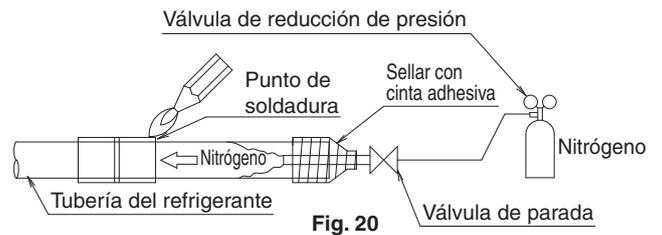

Fig. 20
- Antes de soldar la tubería del refrigerante, aplique nitrógeno a través de esta tubería, para sustituir el aire por nitrógeno. A continuación, proceda con la soldadura (NOTA 2). **(Refiérase a la Fig. 20)** Tras finalizar las tareas de soldadura, lleve a cabo la conexión abocardada con la unidad interior.